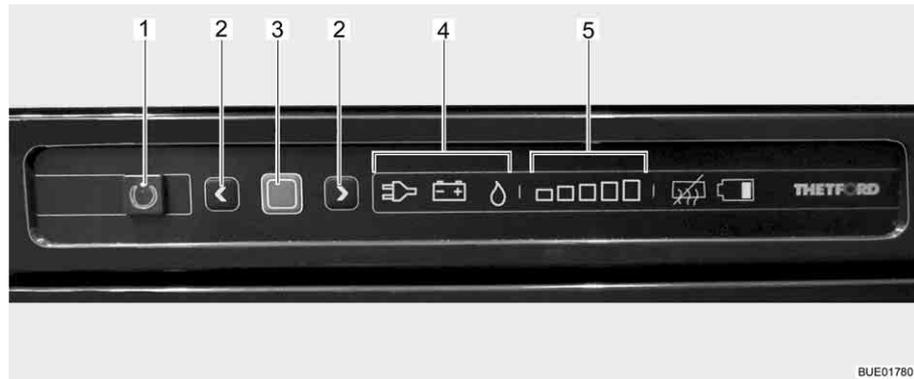

Bild 196 Bedienelemente für den Kühlschrank
Die aktuelle Betriebsart wird durch ein leuchtendes Symbol (Bild 196,4) an der Bedieneinheit angezeigt.
Nach dem Einschalten wählt der Kühlschrank automatisch die zuletzt gewählte Thermostateinstellung. Diese Einstellung kann manuell mit den Pfeiltasten (Bild 196,2) nachgeregelt werden. Die Leuchtbalken der Kühlstufenanzeige (Bild 196,5) zeigen die gewählte Thermostateinstellung an. Mit den Pfeiltasten wird die Kühltemperatur für alle drei Energiearten eingestellt. Es dauert einige Stunden, bis der Kühlschrank die normale Betriebstemperatur erreicht hat. Beim Umschalten der Betriebsart wird die Thermostateinstellung beibehalten. Die Kühltemperatur wird unabhängig von der Energieart beibehalten.
- Taste Ein/Aus (Bild 196,1) 1 Sekunde lang drücken. Taste (Bild 196,1) leuchtet grün auf. Nach ca. 10 Sekunden wird die Anzeige aus Energie-spargründen gedimmt.
- Bestätigungstaste (Bild 196,3) drücken. Die aktuelle Einstellung der Betriebsart wird angezeigt.
- Wenn nicht Betriebsart Gas eingestellt ist: Zum Ändern der Einstellung Bestätigungstaste (Bild 196,3) ca. 2 Sekunden lang drücken.
- Mit den Pfeiltasten (Bild 196,2) die Betriebsart Gas auswählen. Die Gaszufuhr ist geöffnet. Der Zündvorgang erfolgt automatisch. Ein tickendes Geräusch ist hörbar, bis der Zündvorgang erfolgreich abgeschlossen ist.
- Bestätigungstaste (Bild 196,3) ca. 2 Sekunden lang drücken.
- Bestätigungstaste (Bild 196,3) erneut drücken. Die aktuelle Kühlstufe wird durch die Leuchtbalken (Bild 196,5) angezeigt.
- Zum Ändern der Einstellung die Pfeiltasten (Bild 196,2) drücken, bis die gewünschte Einstellung angezeigt wird.
- Taste Ein/Aus (Bild 196,1) ca. 2 Sekunden lang drücken. Alle Lampen erlöschen. Der Kühlschrank ist abgeschaltet.
- Wenn nicht Betriebsart 230-V-Betrieb eingestellt ist: Zum Ändern der Einstellung Bestätigungstaste (Bild 196,3) ca. 2 Sekunden lang drücken.
- Mit den Pfeiltasten (Bild 196,2) die 230-V-Betriebsart auswählen.
- Wenn nicht Betriebsart 12-V-Betrieb eingestellt ist: Zum Ändern der Einstellung Bestätigungstaste (Bild 196,3) ca. 2 Sekunden lang drücken.
- Mit den Pfeiltasten (Bild 196,2) die 12-V-Betriebsart auswählen.